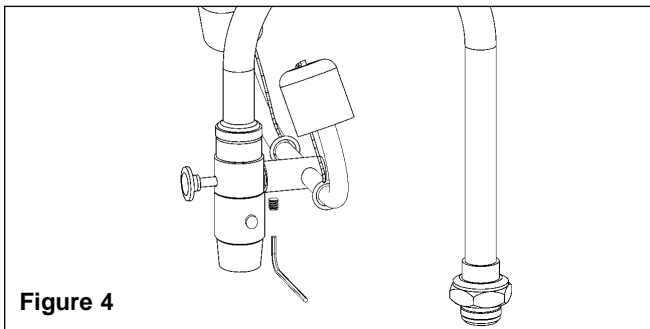

Figure 4
2. Fixer le cadre au raccord de l'adaptateur de la douche oculaire (voir Figure 4). S'assurer que les gicleurs sont faces aux yeux de l'utilisateur.